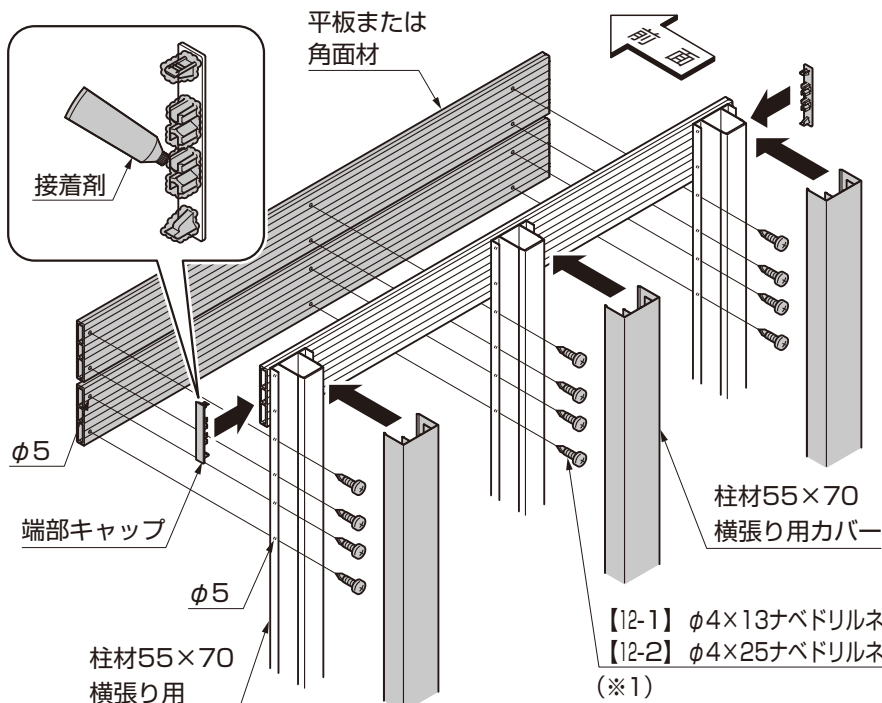

図4-5
④平板・角面材を柱材55×70横張りに【12-1】または【12-2】で取付けてください。(図4-5参照)
⑤端部キャップに接着剤を塗布し、平板・角面材1本毎の両端に取付けてください。(図4-5参照)
⑥柱材55×70横張用カバーを柱材55×70横張りに取付けてください。(図4-5参照)